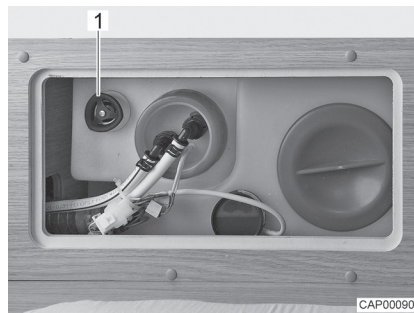

Bild 73 Wassertank mit Drehgriff
- Auf dem Wassertank den Drehgriff (Bild 73,1) im Uhrzeigersinn bis zum Anschlag drehen.
- Auf dem Wassertank den Drehgriff (Bild 73,1) entgegen dem Uhrzeigersinn bis zum Widerstand drehen. Das Wasser läuft bis auf ca. 20 Liter aus.